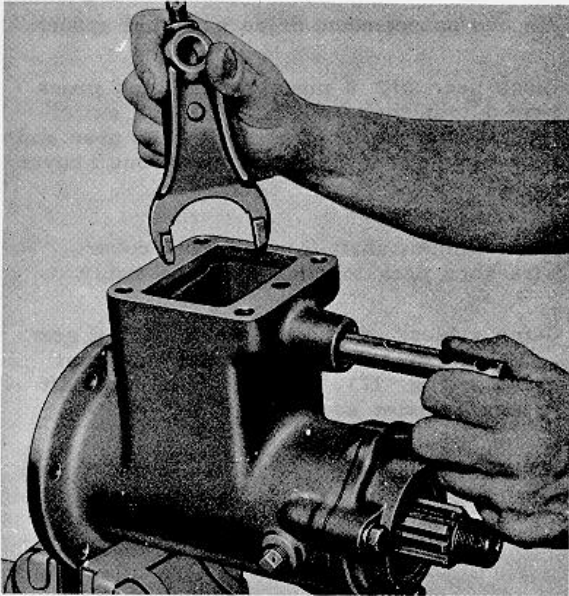

Fig. 19.
5. Remove shift shaft and shift fork (Fig. 19).